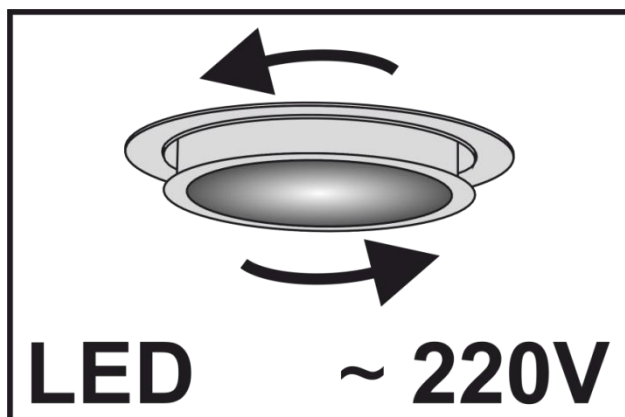

Fig.8
- (1) - Placez le filtre à charbon sur le support aussi loin que possible des deux côtés.
- (2) - Tournez le filtre à charbon dans n'importe quelle direction à un angle de 90 degrés, assurant la fixation.
7.12 Sur la hotte sont établis les **LED** de la surbrillance de la zone ouvrière du fourneau. Avant le remplacement des lampes de l'éclairage il est nécessaire de débrancher la hotte du réseau électrique, donner la possibilité de se refroidir aux lampes. Pour le remplacement de la lampe il est nécessaire de déposer les filtres d'aluminium, presser la teneur de la douille de manière à la lampe est sortie du corps de la hotte et la tourner dans le sens horaire (**fig. 8**). Au lieu d'elle il est nécessaire d'établir la nouvelle avec les mêmes caractéristiques et établir les filtres.